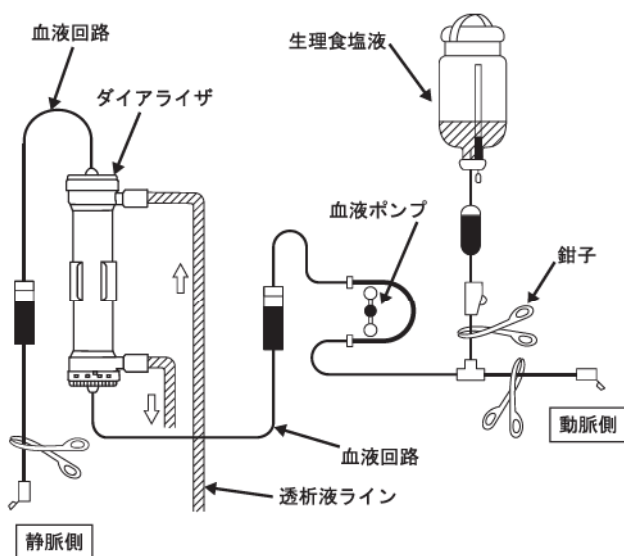

図2 透析前準備及びプライミング時の回路への接続図
- 8) 必要部分を鉗子などでクランプし、血液回路にねじれや折れが無いことを確認して透析準備が完了します。（図2参照）